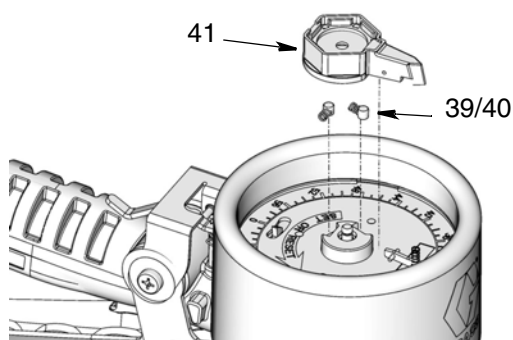

FIG. 34
4. Installare il puntatore ad ago (41), le molle (39) e i perni (40) come illustrato alla FIG. 34.